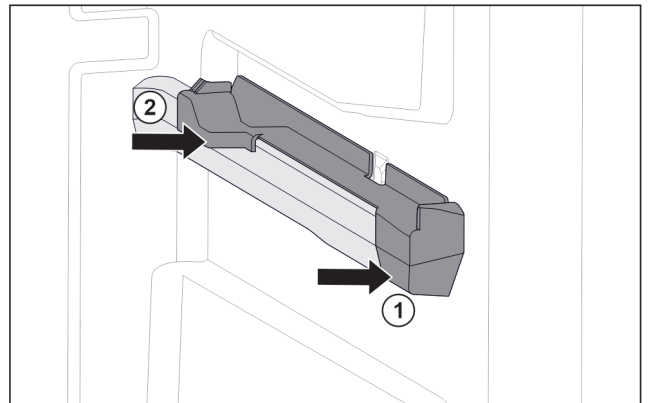

Fig. 79 Élément emboîtable sur la nervure de récipient droite
- ▶ Poser le devant de l'élément emboîtable contre la nervure de récipient. Fig. 79 (1)
- ▶ Enfoncer l'arrière de l'élément emboîtable. Fig. 79 (2)